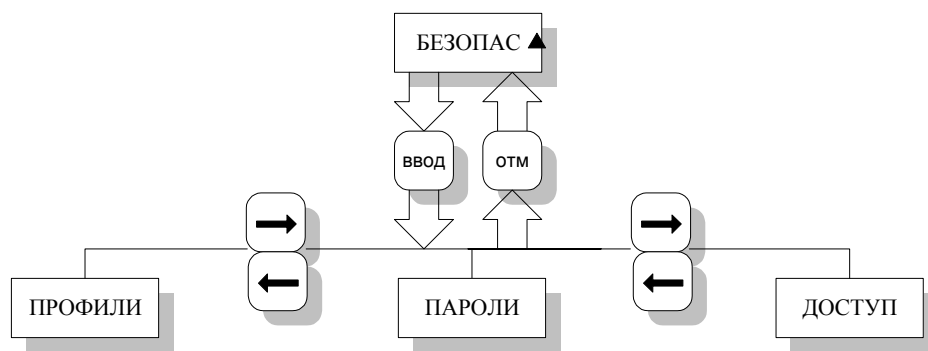

Рис. 16
1.1.1.1.3. Перечисление пунктов меню производится кнопками “▲” – следующий, “▼” – предыдущий. Выбор производится кнопкой “ВВОД”. Выход – кнопкой “ОТМ”. Алгоритм приведен на рис.16.